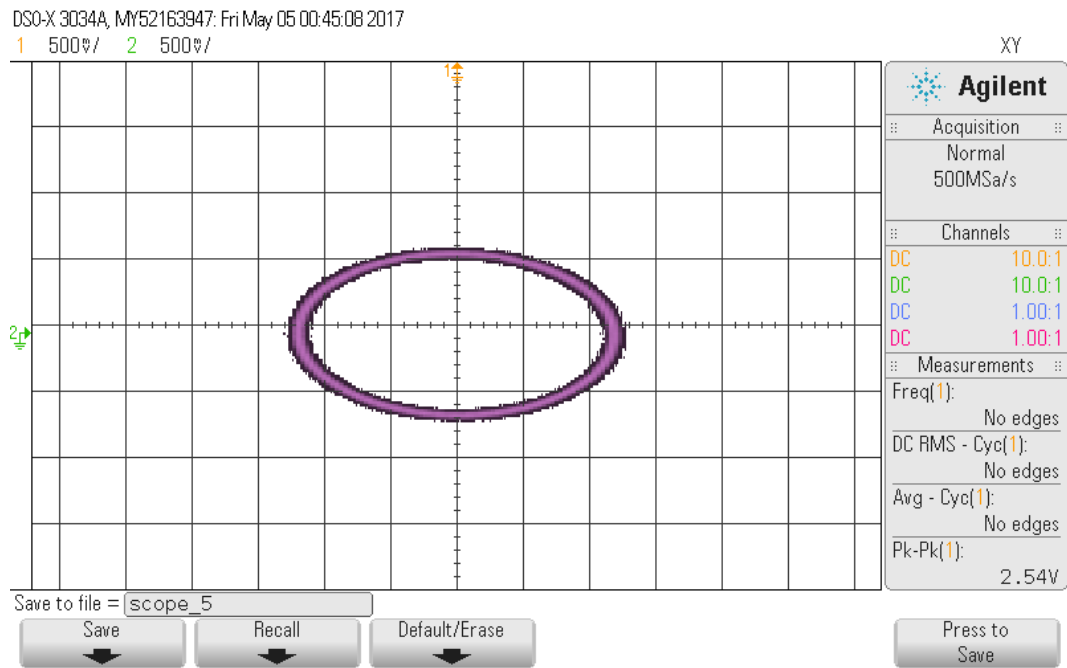

Figure 15: Oszilloskop X/Y-Betrieb bei Frequenz 900Hz
- Die Frequenz wird am Funktionsgenerator erhöht ( $900\text{Hz}$ ) und am Oszilloskop entsteht eine in X-Richtung gestreckte Ellipse (Abbildung 15).